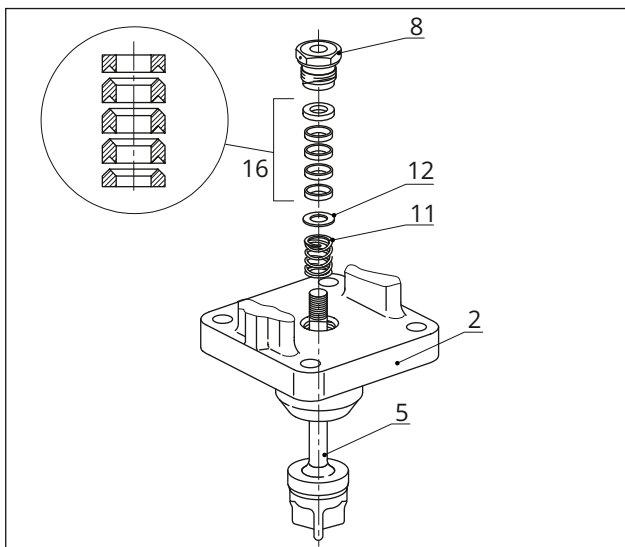
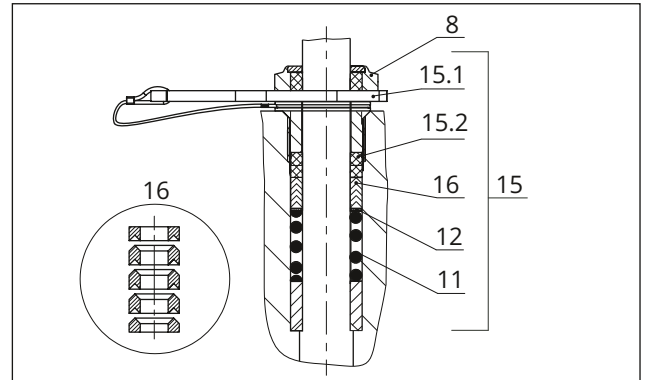

Bild 26: Stopfbuchspackung Standard
Bild 27: ADSEAL-Packung
ckungsraum einschieben. Korrekte Anordnung beachten, vgl. Bild 26.
- Feder (11)
- Unterlegscheibe (12)
- Packungsringe (16)
4. Rote Distanzscheibe (15.1) zwischen Gewindebuchse (8) und Haltering einfügen, vgl. Bild 27.
9. Stopfbuchsteile mit einem geeigneten Werkzeug vorsichtig über die Kegelstangenverlängerung in den Packungsraum einschieben. Korrekte Anordnung beachten, vgl. Bild 26.
10. Ventiloberteil mit Schrauben (32) und Muttern (33) befestigen. Anzugsmomente beachten.
11. Gewindebuchse (8) einschrauben und festziehen. Anzugsmomente beachten.
12. Kontermutter (10) und Kupplungsmutter (9) lose auf Kegelstange schrauben.
13. Flansch (2) auf das Gehäuse setzen.
14. Stopfbuchsteile mit einem geeigneten Werkzeug vorsichtig über die Kegelstange in den Packungsraum einschieben. Korrekte Anordnung beachten, vgl. Bild 26 und Bild 27.
15. Kegel (5) fest in den Sitz (4) drücken. Dabei Flansch (2) mit Gehäusemutter (14) befestigen. Gehäusemutter schrittweise über Kreuz anziehen. Anzugsmomente beachten.
16. Gewindebuchse (8) einschrauben und festziehen. Anzugsmomente beachten.
17. Kontermutter (10) und Kupplungsmutter (9) lose auf Kegelstange schrauben.